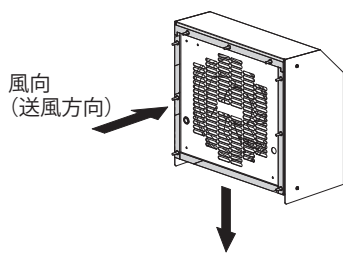

図 1
- ・取付(送風)方向を確認してください。キャビネット内部機器の故障のおそれがあります。(図1)